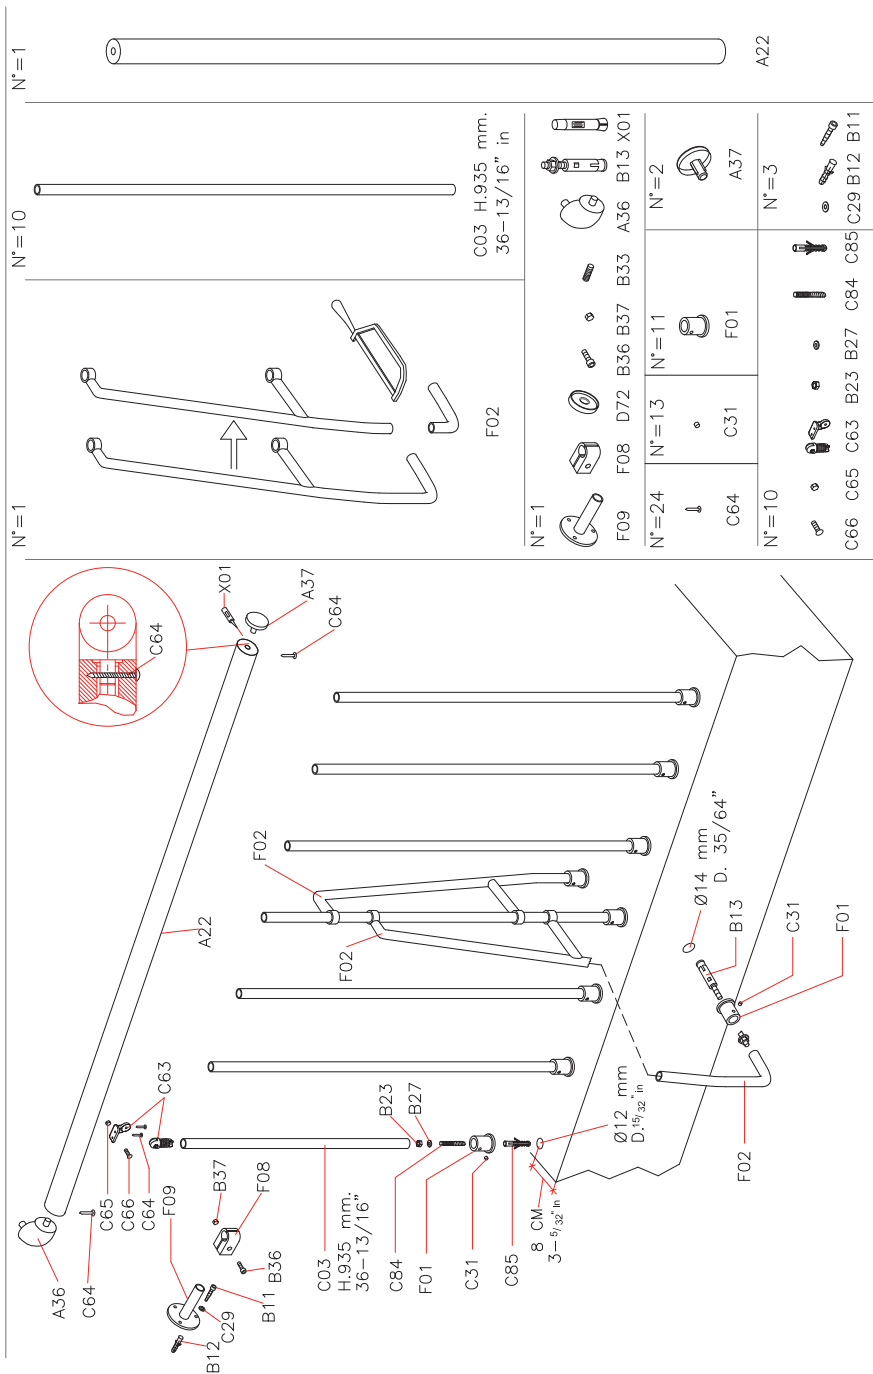

FIG. 2
23. Volver a montar el primer peldaño (L40) y fijar al pavimento, el elemento F01, a la altura del primer barrote, taladrando con una broca Ø 8 mm ($\frac{5}{16}$ "). Utilizando los elementos B11, B12, B83 y B02 (fig. 2).
- 1) la hauteur de marche, calculée précédemment, comprend aussi l'épaisseur de la marche (L40) (fig. 2).